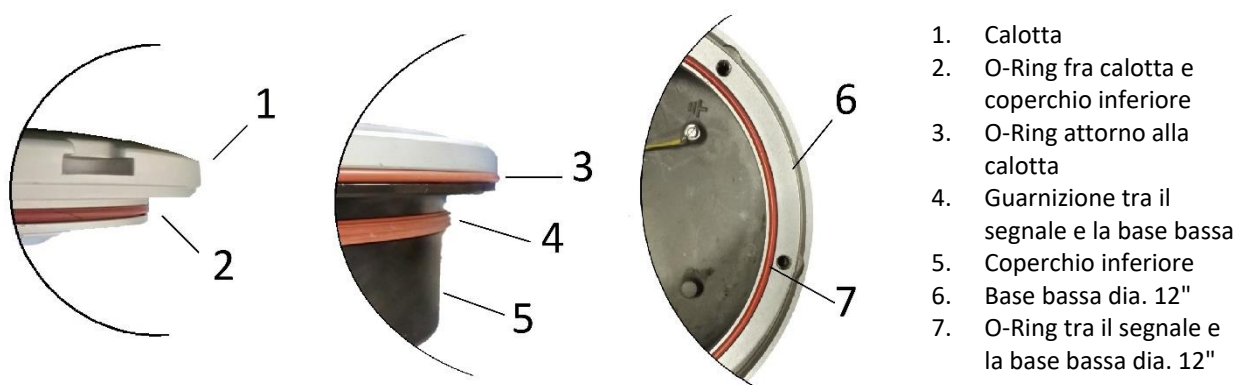

Figura 27– Guarnizioni del segnale
- una guarnizione O-Ring fra calotta e coperchio inferiore (Figura 27 - n°2);
- una guarnizione O-Ring attorno alla calotta (Figura 27 - n°3);
- una guarnizione fra il segnale e la base bassa dia. 8" (Figura 27- n°4);
- una guarnizione O-Ring fra il segnale e la base bassa dia. 12" (Figura 27 - n°7);